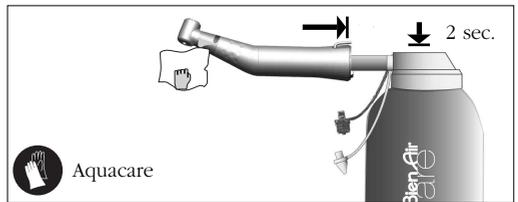

fig. 4
- Pulverizar, durante 2 segundos, o interior e o exterior do instrumento, para remover resíduos e eliminar o excesso de líquido fisiológico (**fig. 4**).